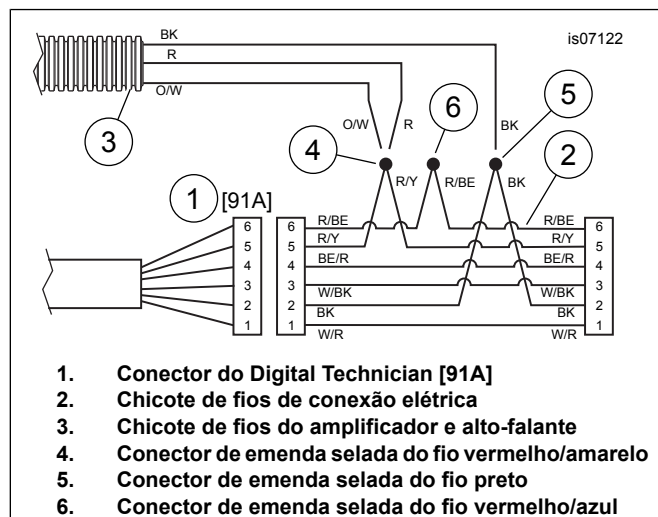

Figura 4. Diagrama da fiação, chicote de fios do alto-falante/amplificador até o chicote de fios da conexão elétrica
- a. Veja Figura 4. Localize o conector do Digital Technician [91A] (item 1, um conector Deutsch cinza de 6 vias com protetor de borracha) sob o assento. Coloque o chicote de fios da conexão elétrica (2) no conector do Digital Technician, mas **NÃO** os conecte agora.
- b. Passe os fios do alto-falante e do amplificador (3) sobre o chicote de fios da conexão elétrica. Corte os fios do alto-falante e do amplificador no comprimento adequado para alcançar facilmente os conectores de emenda selada (4 e 5) no chicote de fios da conexão elétrica.
- c. Emende os fios vermelho e laranja/branco do alto-falante e os fios do amplificador com o conector de emenda selada (4) do fio **vermelho/amarelo** no chicote de fios de conexão elétrica.
- d. Emende o fio preto do alto-falante e do amplificador no conector de emenda selada do fio **preto** (5) no chicote de fios de conexão elétrica.
- f. Use a pistola térmica ou o dispositivo de aquecimento para vedar a extremidade aberta do conector de emenda selada (6) dos fios **vermelho/azul** no chicote de fios de conexão elétrica.
4. Veja o Manual de serviço para obter instruções detalhadas sobre conexões de emendas seladas. Se o chicote de fios (peça N.º 69200722) tiver sido emendado anteriormente, corte as emendas existentes. Veja Figura 4 para obter a configuração de emendas múltiplas. Se o chicote de fios (peça N.º 69200722) tiver sido emendado em uma instalação anterior, verifique se o conector Molex de 8 vias está desconectado do conector do veículo [4].